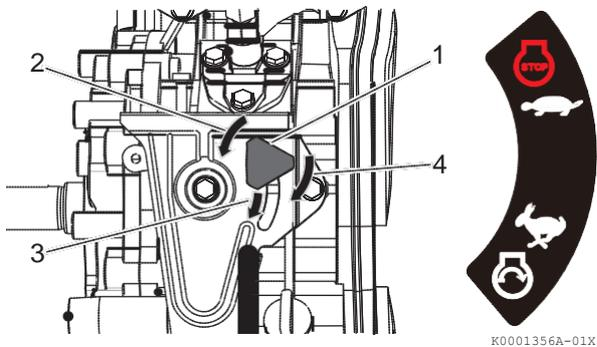

Figure 13
- Si votre commande de vitesse est similaire à **Figure 13** :
- Desserrer le bouton (**Figure 13, (1)**) en le tournant vers la gauche (**Figure 13, (2)**).
- faites coulisser la commande de vitesse sur DÉMARRAGE (RUN) (**Figure 13, (3)**).
- Tournez le bouton vers la droite pour le serrer (**Figure 13, (4)**).